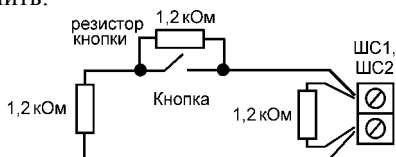

Рисунок 8 – Подключение оконечных резисторов к шлейфам «ШС1», «ШС2»
- 1,2 кОм параллельно тому шлейфу, концевые выключатели которого не используются (см. Рисунок 8). После завершения программирования эти резисторы можно отключить.